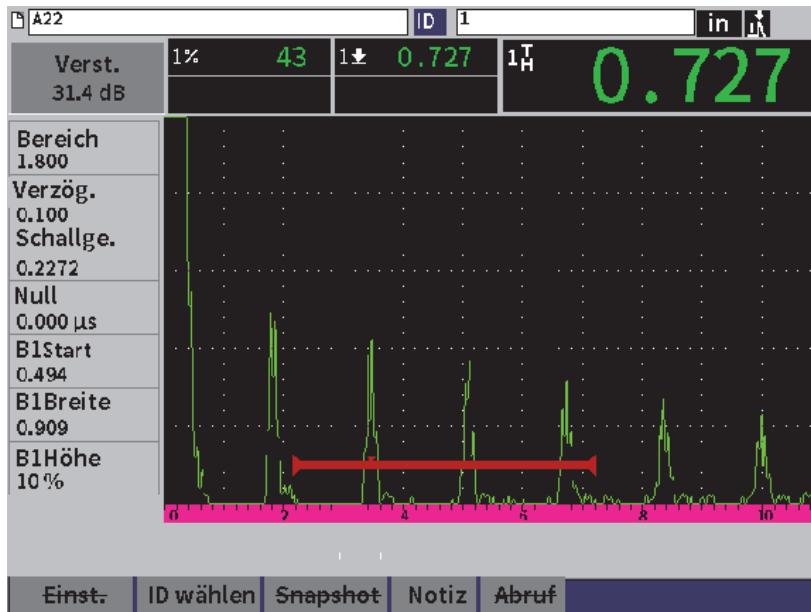

Abbildung 9-6 Gespeicherte Datei mit A-Bild
Haben Sie Daten in einer Datei gespeichert, können Sie die gespeicherten Daten zu Konfiguration und A-Bild anzeigen. Das A-Bild und die Hauptkonfigurationsparameter werden in einem Fenster (siehe Abbildung 9-6 auf Seite 133) und die vollständige Einstellungsangaben werden in einem anderen Fenster auf dem Bildschirm angezeigt (siehe Abbildung 9-7 auf Seite 134).
3. Drücken Sie Enter, um das gespeicherte A-Bild und die allgemeinen Einstellungsangaben anzuzeigen (siehe Abbildung 9-6 auf Seite 133).